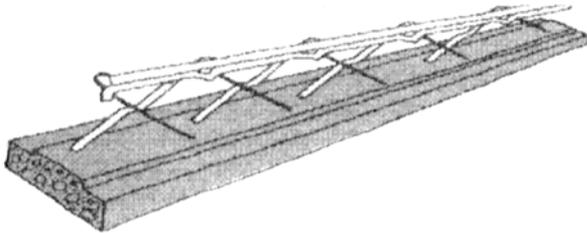

fig. 1
- soit pré-enrobée par un talon en béton (fig. 1) ;